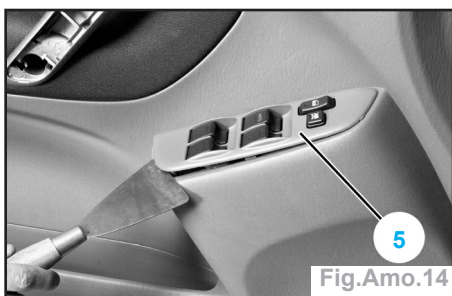

Fig.Amo.14
• à l'aide d'une spatule, extraire la platine porte-interrupteurs (5) et débrancher les connecteurs (Fig.Amo.14),